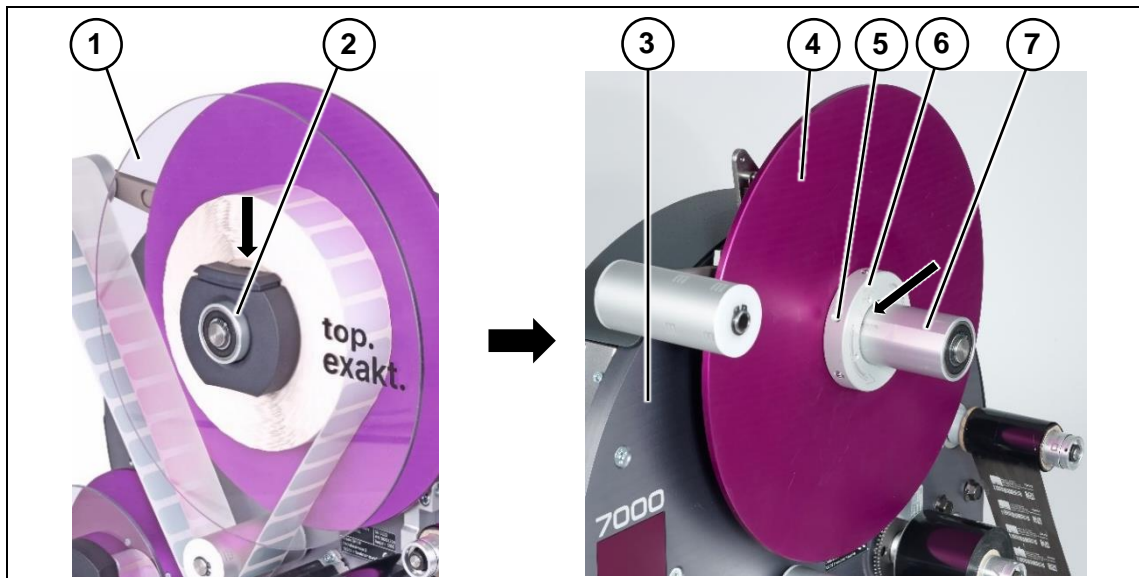
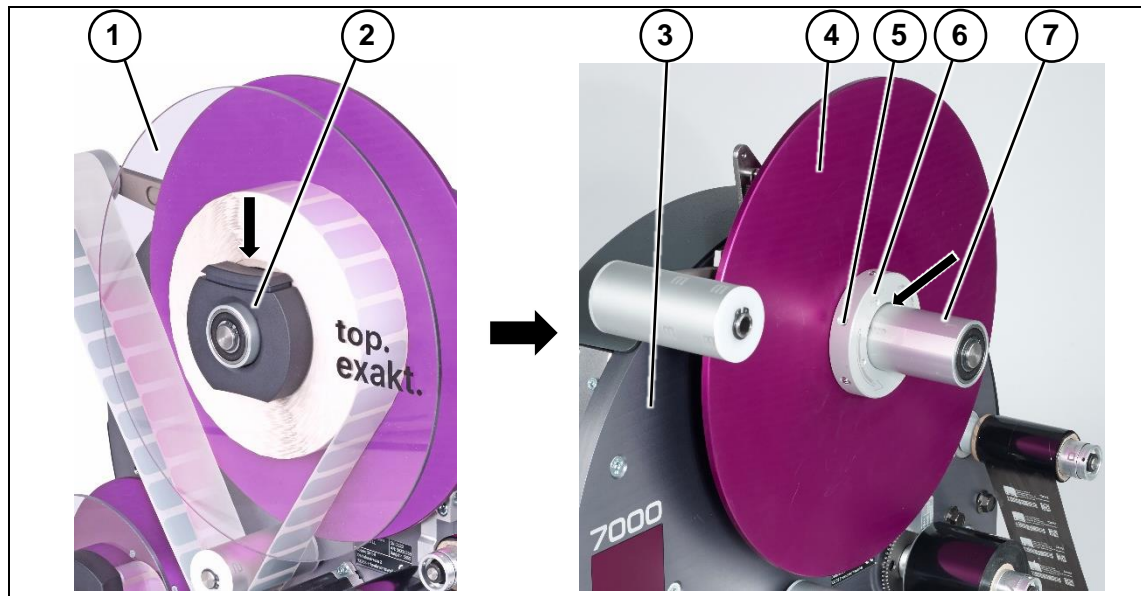

Abbildung 25 Etikettenabspulung
Abbildung 28 Etikettenabspulung
- 1 Entfernen Sie die die Bordscheibe (Abbildung 25, Pos.1) der Etikettabspulung indem Sie den Klemmring (Abbildung 25, Pos.2) gedrückt halten.
- 2 Messen Sie den Abstand zwischen der Grundplatte (Abbildung 25, Pos.3) und der Anschlagscheibe (Abbildung 25, Pos.4). Notieren Sie sich den Messwert. Oder zeichnen Sie die Lage des Stellringes (Abbildung 25, Pos.6) auf der Abspulrolle (Abbildung 25, Pos.7) an (siehe Pfeil).
- 3 Lösen Sie die Schrauben (Abbildung 25, Pos.5) am Stelling (Abbildung 25, Pos.6).
- 4 Ziehen Sie die Anschlagscheibe (Abbildung 25, Pos.4) und den Stelling (Abbildung 25, Pos.6) von der Abspulrolle (Abbildung 25, Pos.7) ab.
- 7 Ziehen Sie den Bremsriemen um die Abspulrolle (Abbildung 25, Pos.7) herum.
- 12 Setzen Sie die Anschlagscheibe (Abbildung 25, Pos.4) auf die Abspulrolle (Abbildung 25, Pos.7). Beachten Sie die richtige Position, wie unter Punkt 2 beschrieben.
- 13 Setzen Sie den Stellring (Abbildung 25, Pos.6) auf die Abspulrolle (Abbildung 25, Pos.7) und befestigen diese mit den Schrauben (Abbildung 25, Pos.6).
- 14 Setzen Sie die Bordscheibe (Abbildung 25, Pos.1) auf die Abspulrolle (Abbildung 25, Pos.7) indem Sie den Klemmring (Abbildung 25, Pos.2) gedrückt halten.
- 1 Entfernen Sie die die Bordscheibe (Abbildung 28, Pos.1) der Etikettenabspulung indem Sie den Klemmring (Abbildung 28, Pos.2) gedrückt halten.
- 2 Messen Sie den Abstand zwischen der Grundplatte (Abbildung 25, Pos.3) und der Anschlagsscheibe (Abbildung 28, Pos.4). Notieren Sie sich den Messwert. Oder zeichnen Sie die Lage des Stellringes (Abbildung 28, Pos.6) auf der Abspulrolle (Abbildung 28, Pos.7) an (siehe Pfeil).
- 3 Lösen Sie die Schrauben (Abbildung 28, Pos.6) am Stellring (Abbildung 28, Pos.7).
- 4 Ziehen Sie die Anschlagsscheibe (Abbildung 28, Pos.4) und den Stellring (Abbildung 28, Pos.7) von der Abspulrolle (Abbildung 28, Pos.7) ab.